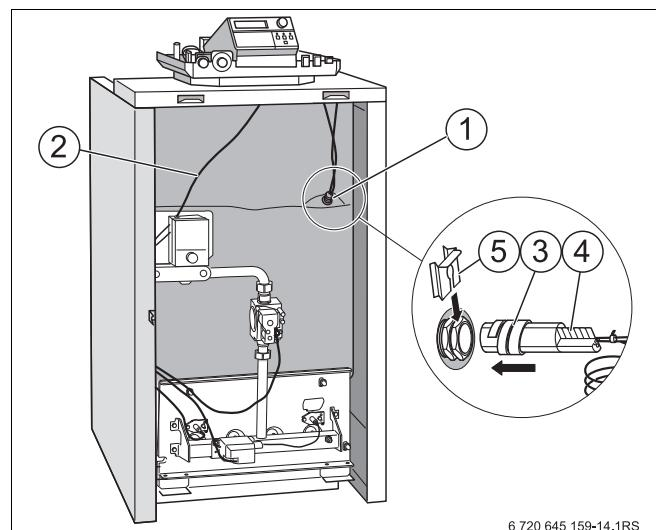

Рис. 16 Передняя крышка котла
- Провести капиллярные трубы температурных датчиков и, для системы управления серии Logamatic, провод датчика температуры котловой воды под передней крышкой котла вперед к месту замера (Рис. 16, поз. 1). Провода при этом разматывать только на необходимую длину.
- Провести провод горелки (Рис. 16, поз. 2) под передней крышкой котла назад к подключению системы управления.
- Температурный датчик вставить до упора в гильзу (Рис. 16).
- Пластмассовая спираль (Рис. 16, поз. 3) автоматически сдвигается назад. Компенсационная пружина (Рис. 16, поз. 4) должна быть вставлена в гильзу.
- Надеть фиксатор датчиков (Рис. 16, поз. 5; поставка с системой управления) сбоку или сверху на оголовок гильзы (Рис. 16, см. стрелку).